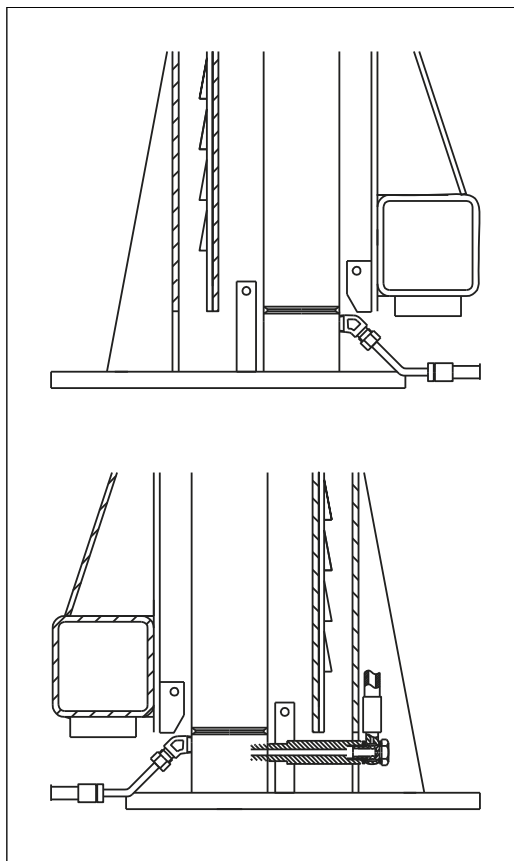

Fig. 31
- ◆ Anslut högtrycksslang enligt Fig. 31. Koppla först slangen till T-koppling under huvudpelaren och böjen under hjälppelaren. Fäst efter att pelarna står upprätt.